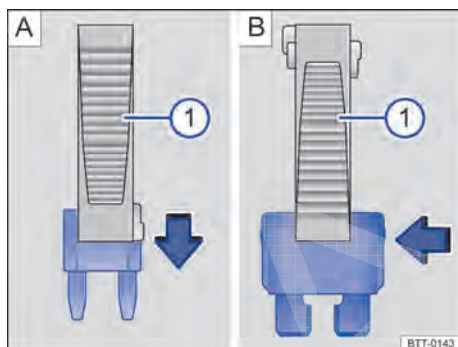

Fig. 169 Remover ou instalar um fusível com a garra da pinça de plástico ①.
- Se necessário, retirar a pinça de plástico ⇒ Fig. 169 ① do suporte. O suporte se encontra na parte traseira da caixa de fusíveis perto da tomada de conexão para diagnóstico.
- Em caso de *fusíveis pequenos*, encaixar a garra ① por cima ⇒ Fig. 169 A.
- Em caso de *fusíveis maiores*, empurrar a garra ① lateralmente sobre o fusível ⇒ Fig. 169 B.
- Caso o fusível esteja queimado, substituir o fusível por um novo da *mesma* intensidade de corrente (mesma cor e inscrição) e do *mesmo* tamanho ⇒ ①.